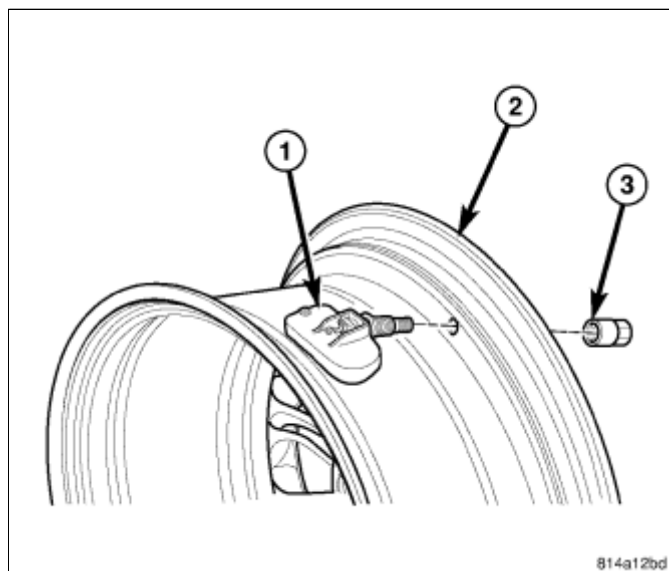

图 2 传感器安装到车轮上。
3. 拆卸固定传感器至车轮的传感器螺母(图 2)。 当拆下螺母时，对金属阀杆后部保持一定的压力，从而防止阀杆被向后推动，损坏天线皮带。
4. 从车轮上拆卸传感器(图 2)。